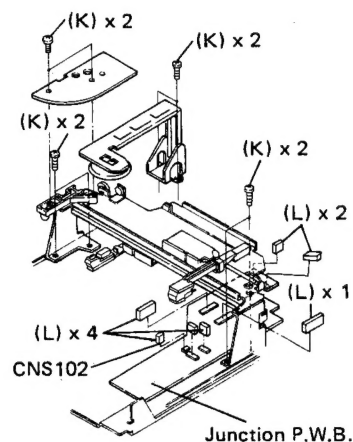

Figure 6-2
*2. Remove the socket CNS102 from the tonearm motor and supply +10V DC to it to move the tonearm until the position where the tonearm guide bracket may be taken out. See fig. 6-2.
- *2. Den Anschluß CNS102 vom Tonarmmotor entfernen und diesem +10V Gleichspannung zuleiten, um den Tonarm bis zu der Position zu bewegen, an der die Tonarmführungshalterung herausgenommen werden kann. Siehe Abb. 6-2.
- *2. Déposer la douille CNS102 du moteur du brad et l'alimenter en +10V cc pour déplacer le bras jusqu' à la position où la pate guide d bras peut être déposée. Voir la Fig. 6-2.